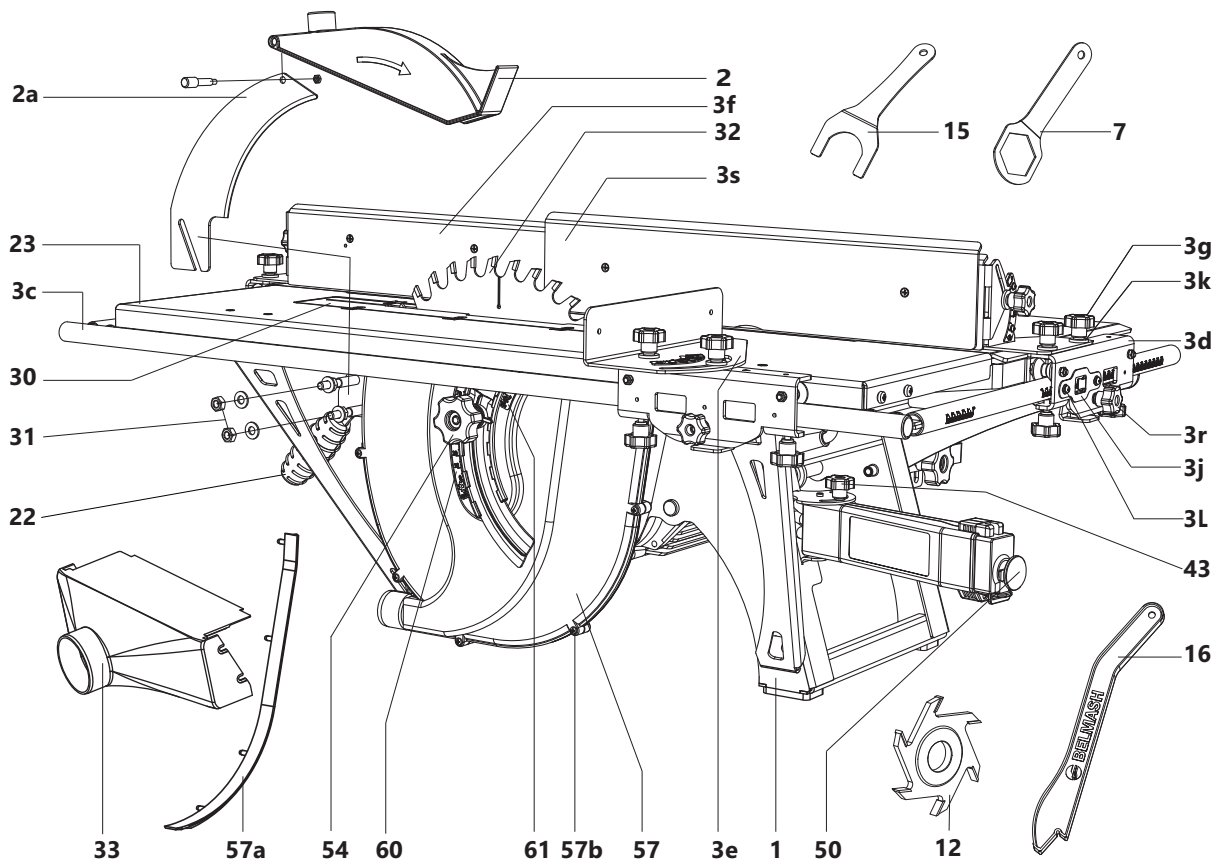

Рис. 1
- патрубок диаметром 38 мм на кожухе 57 пильного диска (рис. 1);
- патрубок диаметром 28 мм на ограждении 2 пильного диска (рис. 1).